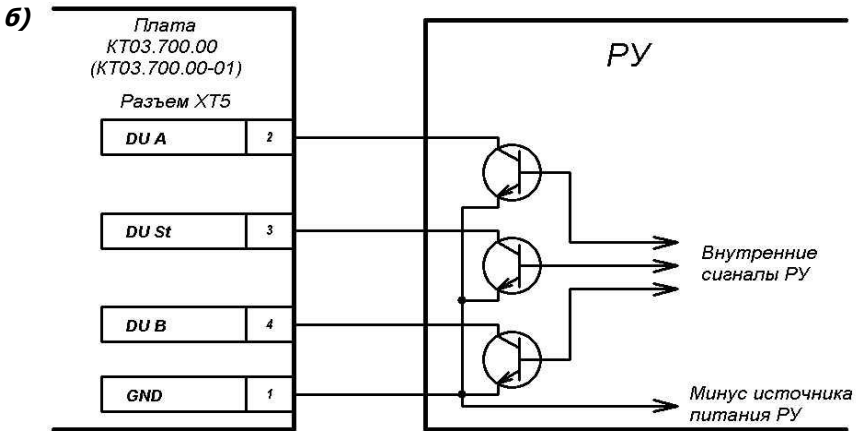

Рисунок 4 – Управляющие элементы устройства радиуправления (РУ):
5.4.2 Управление ЭП осуществляется подачей на контакты клеммной колодки "XT5" DUA, DUST и DUB сигнала низкого уровня относительно контакта GND, при этом управляющим элементом могут быть нормально разомкнутый контакт реле или схема с открытым коллекторным выходом (см. рисунок 4).